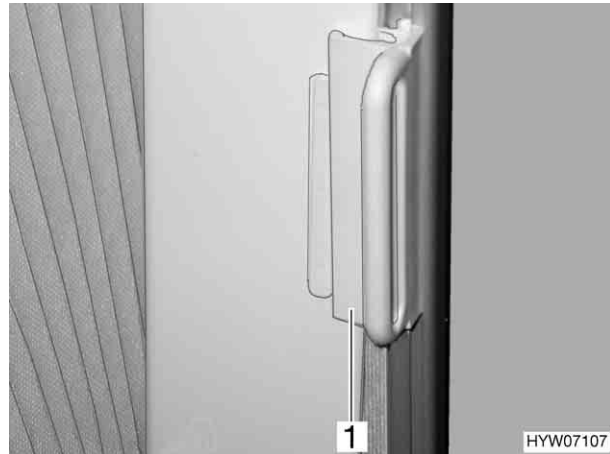

Fig. 14 Dispositif de verrouillage pour dispositifs occultants plissés pour la fenêtre côté conducteur/passager
- ▶ Pendant le voyage, les dispositifs occultants plissés pour le pare-brise et les fenêtres côté conducteur et passager doivent être ouverts, fixés et bloqués avec le dispositif supplémentaire de verrouillage (Fig. 14,1).